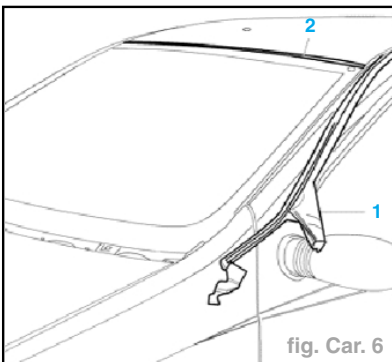

fig. Car. 6
- Déboîter les gouttières au niveau des montants AV (1) (fig. Car. 6).